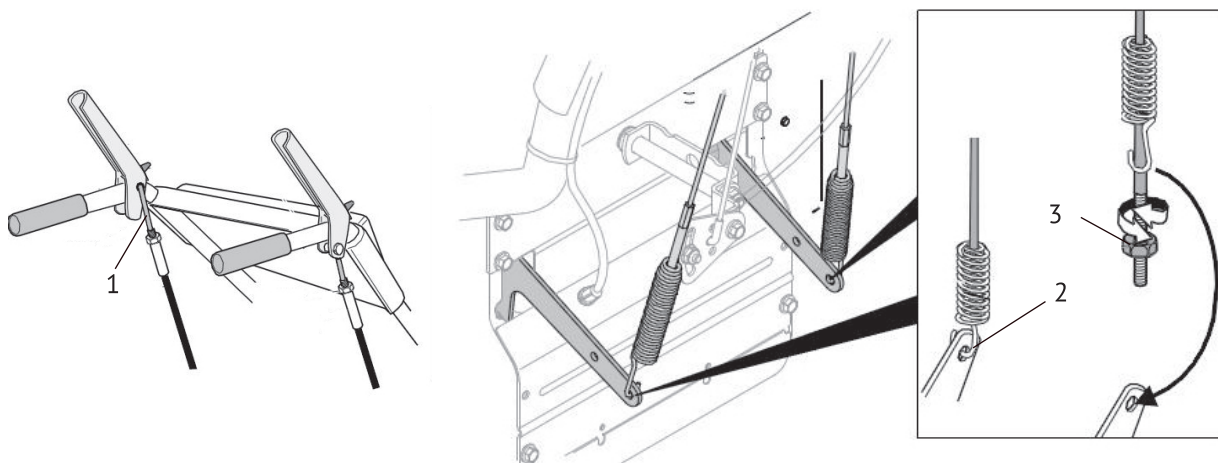

рис. 7
- установите в отверстие на рычаге управления (рис.1 поз.2а, б) верхний Z-образный конец троса привода (рис.7 поз.1);
- нижний конец троса со спиральной пружиной (рис.7 поз.2) закрепите на натяжном кронштейне. Гайкой (рис.7 поз.3) отрегулируйте натяжение троса.